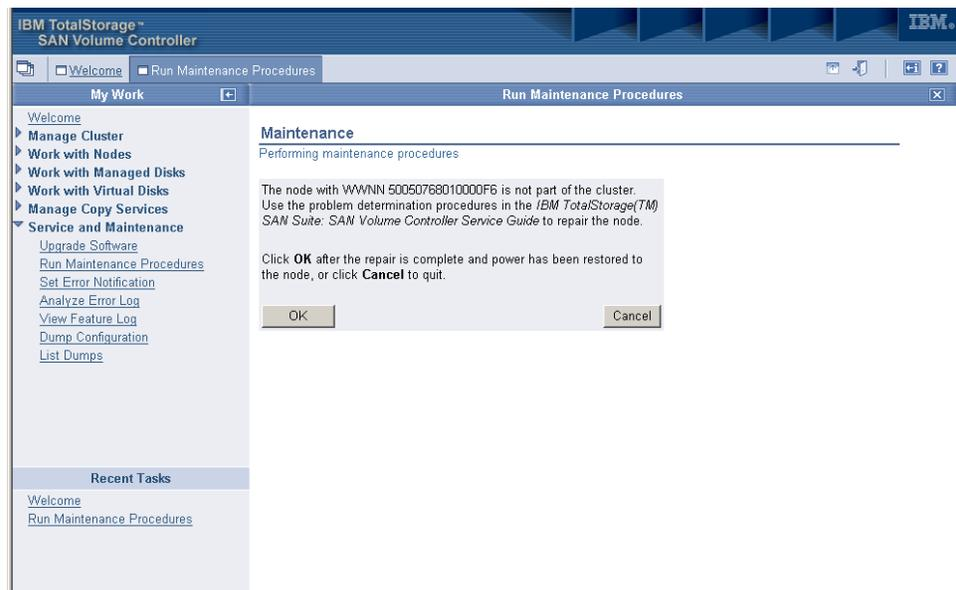

図 52. クラスタ・アクションに関して表示される内容の例
4. 「OK」をクリックして 図 52 に見られる内容を表示します。